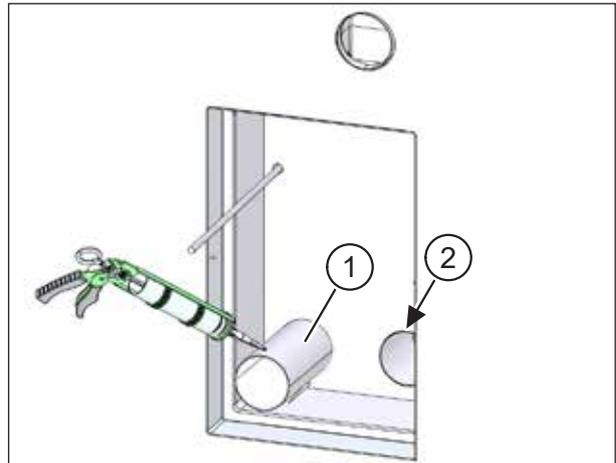

Abb. 42: Lüftungsrohre einsetzen und fixieren
- ▶ Tragen Sie dauerelastischen Dichtstoff auf die äußere Hülle der Lüftungsrohre (Pos. 1 in Abb. 42) auf.
- ▶ Schieben Sie beide Lüftungsrohre mit Drehbewegungen soweit in die Öffnungen des Montagesets ein, dass sie bündig mit der Innenseite des Montagesets abschließen (Pos. 2 in Abb. 42).